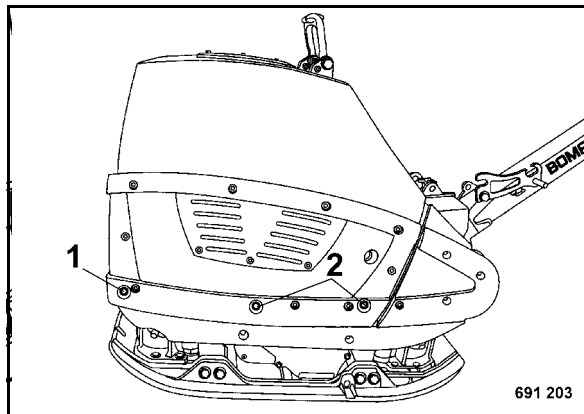

рис. 34
- Ослабить по обеим сторонам резьбовые соединения кожуха 1 и удалить по обеим сторонам резьбовые соединения кожуха (2) (рис. 34).